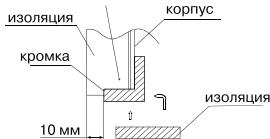

Рис. 29
7. При установке материала действуйте следующим образом тип корпуса 1 тип корпуса 2 [Рис. 29].